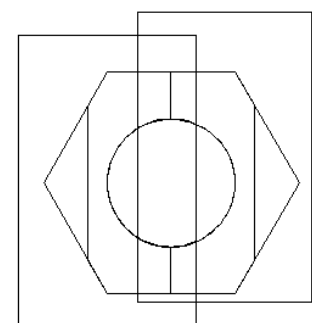

Рис.5.31
9. Самостоятельно выровнять изображения вида сверху и горизонтального разреза командой **Форматл (Mvsetup)** (рис.5.31 и примеч.4.2), после